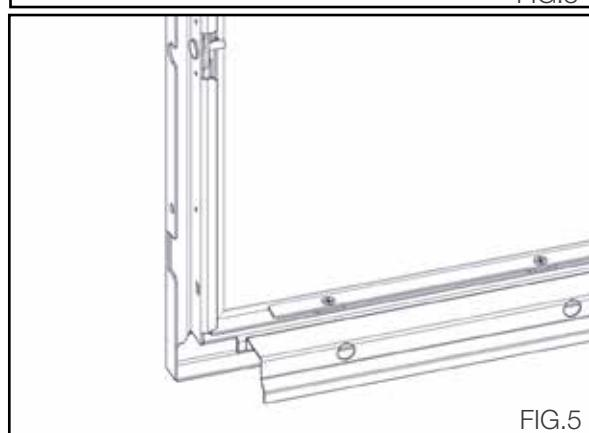

FIG.5
8. Repositionnez les dispositifs de retenue supérieurs et inférieurs à l'aide des vis retirées à l'étape 4). Assurez-vous que les dispositifs de retenue sont bien positionnés. (FIG.5)